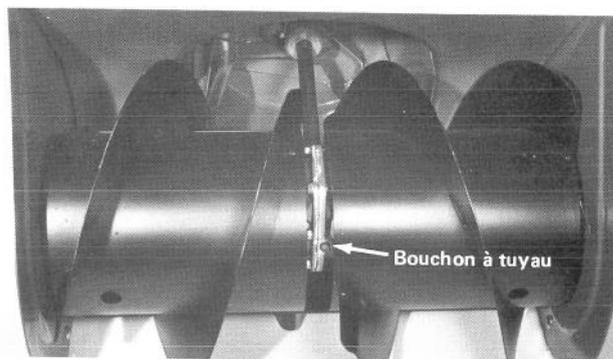

Figure 32
4. Placez le bac de vidange au-dessous du bouchon à tuyau (Fig. 32) à l'avant du carter d'engrenage de tarière et enlevez le bouchon à tuyau.
7. Reposez le bouchon à tuyau fermant le carter (Fig. 32).